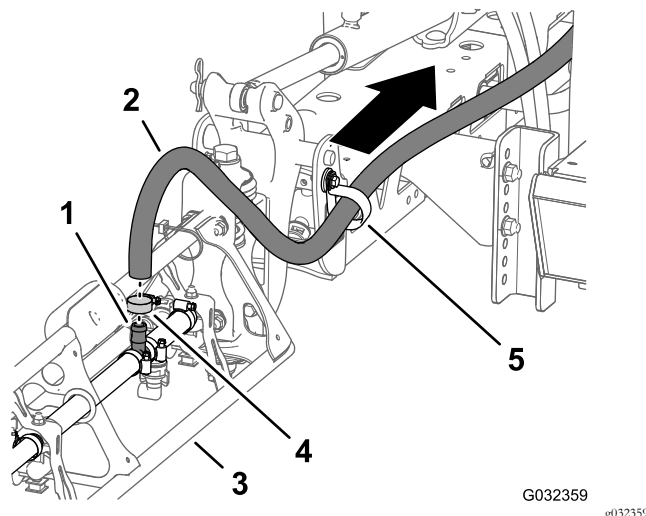

Figura 42
1. Na secção da rampa exterior, retire o grampo do tubo que prende o tubo de alimentação para a secção da rampa à união roscada em T (Figura 42).
2. Retire o tubo da união em T (Figura 42).
3. Retire a extremidade livre do tubo do grampo em R (Figura 42).